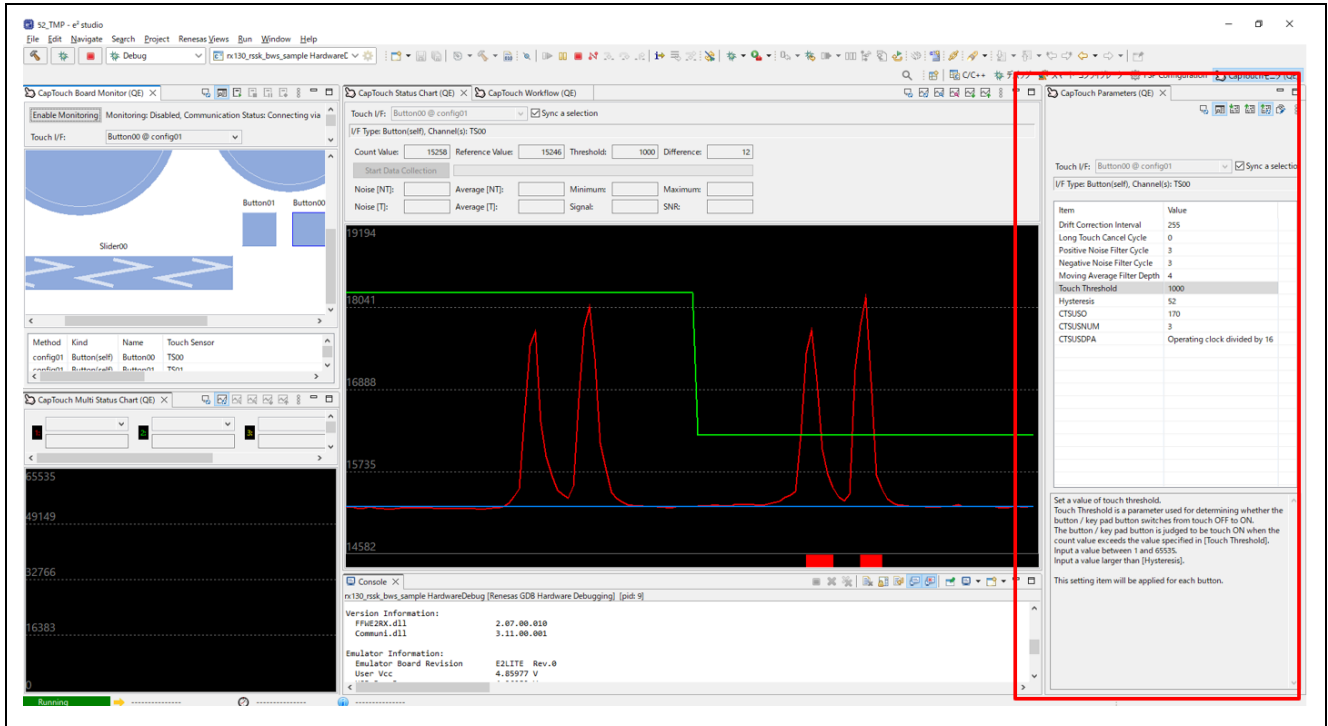

图 7.3 通过 QE for Capacitive Touch 进行的手动调整
在 QE for Capacitive Touch 中的 “CapTouch Parameters (QE)”（图 7.3 中的红框内）进行手动调整。例如，如果想让按键反应更灵敏，可以降低“触摸阈值”的值。在这里，触摸阈值从 3000 降到了 1000。图 7.3 中的红线代表计数值，蓝线代表参考值，绿线代表触摸阈值。从图中可以看出，同一个计数值在触摸阈值为 3000 时不会触发 ON，但当触摸阈值为 1000 时，该计数值会触发 ON。